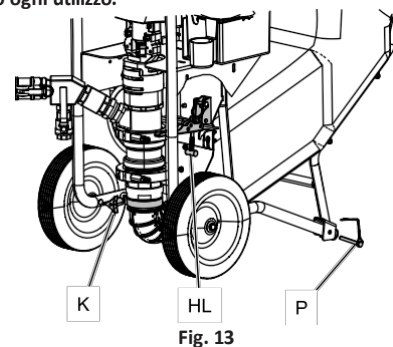
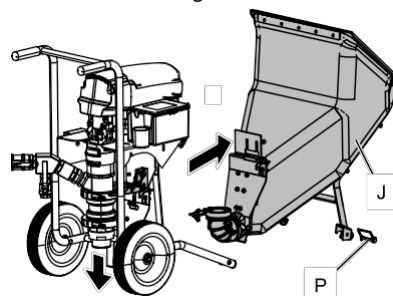

Fig. 13
Fig. 14
2. Ruotare la manopola (K) a sinistra per allentare il morsetto tra il gomito della tramoggia e la pompa inferiore. (Fig. 13)
3. Rimuovere il perno di bloccaggio e tirare verso il basso il fermo della tramoggia (HL) sulla piastra della tramoggia.
4. Rimuovere i due perni della tramoggia (P) dalle gambe anteriori del carrello.
5. Sollevare l'impugnatura ed estrarre la tramoggia (J) dall'irroratore. (Fig. 14)